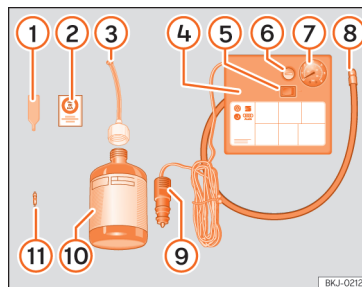

Fig. 31 Representação padrão: conteúdo do kit antifuros.
O kit antifuros está localizado na bagageira, por baixo do revestimento do piso. Inclui os seguintes componentes »» **Fig. 31:**
- Desenrosque a proteção e o obus da válvula do pneu. Utilize o aparelho »» Fig. 31 ① para retirar a carga. Coloque-o numa superfície limpa.
- Agite com força a garrafa de vedante de pneus »» Fig. 31 ⑩.
- Enrosque o tubo de enchimento »» Fig. 31 ③ na garrafa de vedante. O selo da garrafa partir-se-á automaticamente.
- Remova o tampão do tubo de enchimento »» Fig. 31 ③ e enrosque a extremidade aberta do tubo na válvula do pneu.
- Volte a colocar o obus com o aparelho »» Fig. 31 ① na válvula do pneu.
- Enrosque o tubo de enchimento do pneu do compressor »» Fig. 31 ⑧ na válvula do pneu.
- Verifique se o parafuso de evacuação de ar está fechado »» Fig. 31 ⑥.
- Ligue o conector »» Fig. 31 ⑨ à tomada de corrente de 12 volts do veículo »» Página 146.
- Ligue o compressor de ar com o interruptor ON/OFF »» Fig. 31 ⑤.
- Cole o autocolante »» Fig. 31 ② no painel de instrumentos, dentro do campo visual do condutor.
Volte a enroscar o tubo de enchimento » » Fig. 31 ⑤ e verifique a pressão no manómetro ⑥.